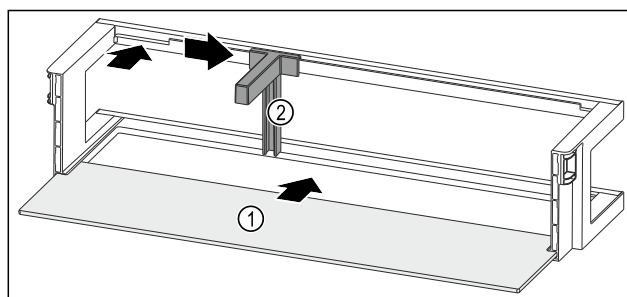

Fig. 96 Рафт на врата с рафт
- Вкарайте рафта Fig. 96 (1) в страничните прорези.
- Поставете преградата за бутилки Fig. 96 (2) в прореза.
- Плъзнете преградата за бутилки Fig. 96 (2) настрани до желаната позиция.